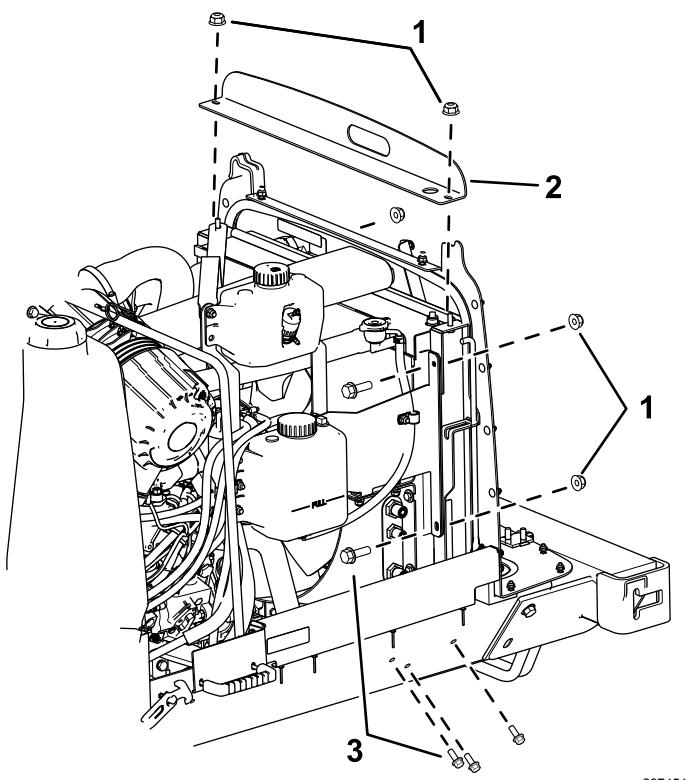

Figura 3
2. Retire el soporte del radiador, situado encima del radiador (Figura 3).
- 3. Retire los 2 pernos de cada lado del radiador (Figura 3).
- 4. Retire los 3 pernos de la parte inferior del radiador en cada lado (Figura 3).
- 7. Levante el radiador, deslice el soporte nuevo del radiador por debajo del radiador y sujételo con los pernos que retiró en la Figura 3.